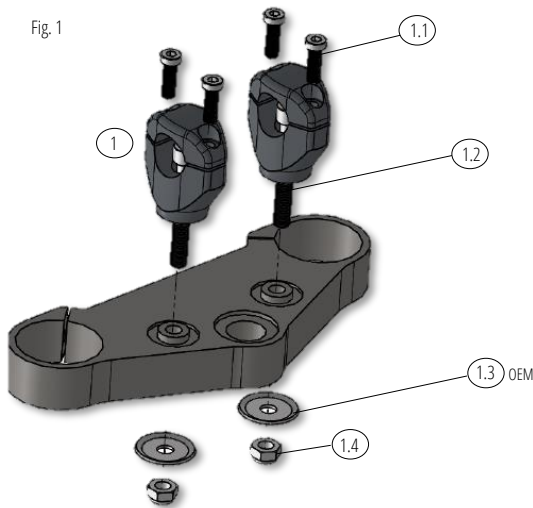

Fig. 2
4. Visser les vis M8x25 uniformément en alternance, puis serrer avec un couple de serrage de 25 Nm! La distance «X» doit être la même des deux côtés (Fig. 2).